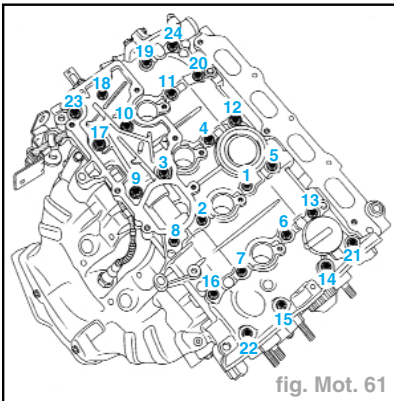

fig. Mot. 61
**Méthode de serrage** (fig. Mot. 61)